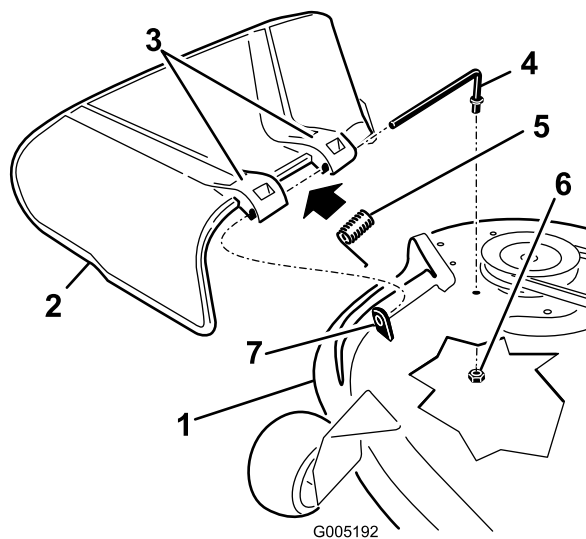

Figure 60
- Retirez l'écrou ( $\frac{3}{8}$  po) de la tige, sous le tablier de coupe (Figure 60).
- Sortez la tige de la courte cheville de positionnement, du ressort et du déflecteur d'herbe (Figure 60).
- Remettez en place le déflecteur d'herbe (Figure 60).
7. Insérez la tige dans le deuxième support du déflecteur d'herbe (Figure 60).
9. Fixez l'extrémité arrière de la tige dans le tablier de coupe à l'aide d'un écrou ( $\frac{3}{8}$  po), comme montré à la Figure 60.